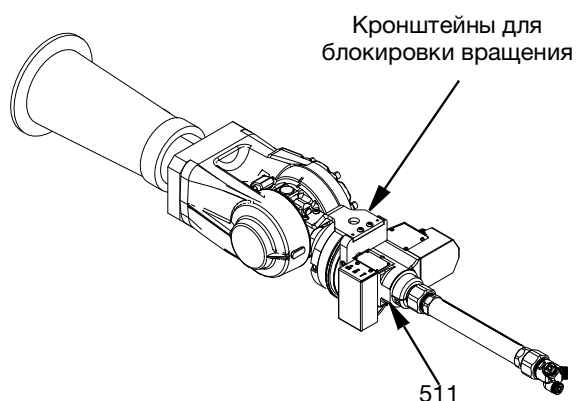

Рис. 3
После монтажа пистолета SST Switch 3D на работе необходимо установить на корпус поворотного шарнира кронштейны для блокировки вращения (511) и присоединить к точке крепления на работе, используя винты с шестигранной головкой. Точная установка кронштейнов для блокировки вращения будет зависеть от используемого робота и комплекта. Пример монтажа см. на Рис. 3, а артикул корпуса поворотного шарнира на стр. 31.